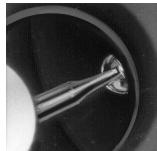

Fig. 3
- Placer la mèche dans la fente de la vis (Fig.3).
- Die Klinge in den Schlitz der Schraube setzen (Abb.3).
- Put the blade in the screw slot (Fig.3).
- Poner la mecha en la hendidura del tornillo (Fig.3).